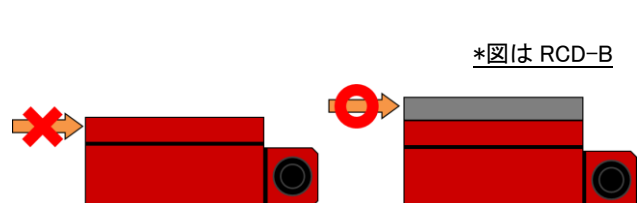

図 4.2 ツールへの荷重の印加
- (6) 図 4.2 のようにセンサツール部に直接荷重を加えますと、センサカバーに位置ずれが起こり、正しく荷重がセンサに伝わりません。正しく取り付けしたツールに荷重を加えるようにして下さい。
- (7) ツールに並進力を加えた場合、センサには並進力と同時にモーメントが加わります。どちらも定格荷重を超えない範囲でお使いになるよう注意下さい。6 軸のうち 1 軸でも定格荷重を超えていた場合、全ての軸で正しい値が検出されません。
- (8) センサは仕様の範囲内でお使い下さい。仕様範囲外でのご使用は故障の原因になります。